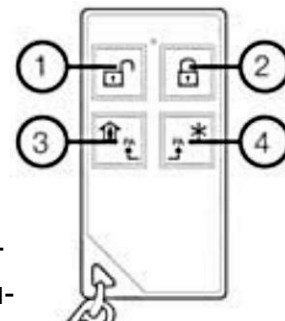

Рисунок 28.
2. Брелок – сначала удалить предыдущую регистрацию одновременным нажатием кнопок ^② и ^③ (см. рисунок 28). Регистрация – одновременно нажать кнопки ^③ и ^④;